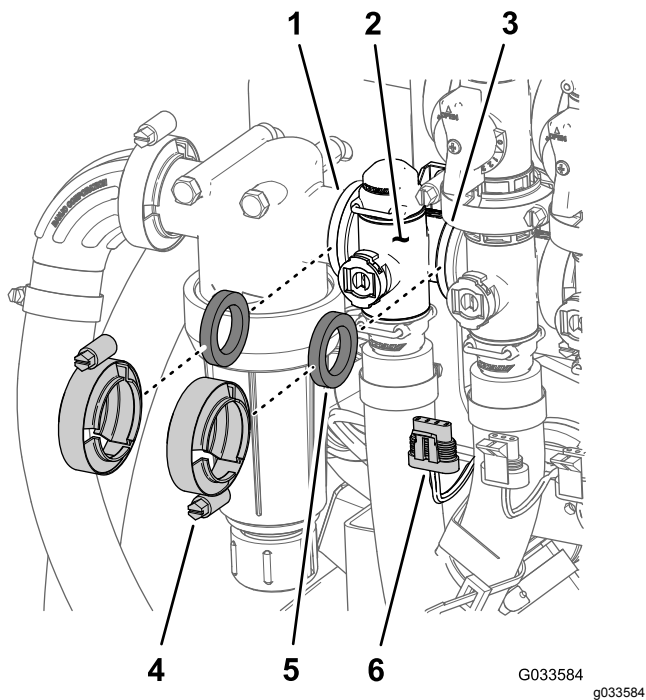

Рисунок 110
1. Снимите два фланцевых хомута и две прокладки, с помощью которых коллектор клапана управления нормой внесения (Рисунок 110) крепится к фильтру линии нагнетания и клапану перемешивания.